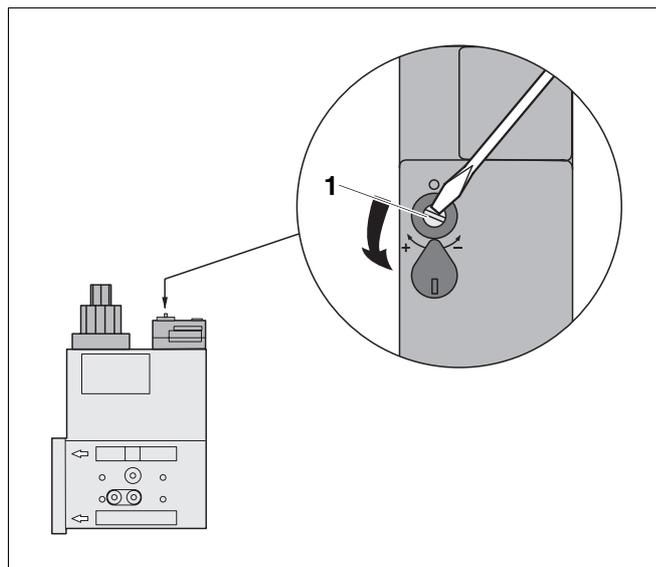

Fig. 31 Impostazione del valore nominale
- Far scorrere lateralmente la copertura in plastica e ruotare verso sinistra o verso destra la vite di regolazione sottostante (fig. 31, **pos. 1**), utilizzando un cacciavite.